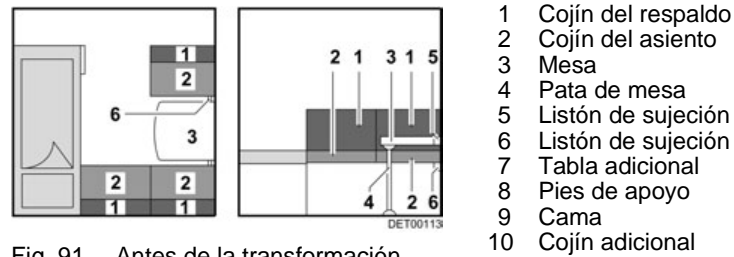

Fig. 91 Antes de la transformación
- Desplazar la mesa (Fig. 91,3) 45° hacia arriba y extraer el listón de sujeción superior (Fig. 91,5).
- Retirar el pie de la mesa (Fig. 91,4).
- Meter el listón (Fig. 91,6) o tirarlo hacia el centro. El listón está en la posición correcta si apoya el tablero de mesa directamente detrás del alojamiento para la pata de mesa.